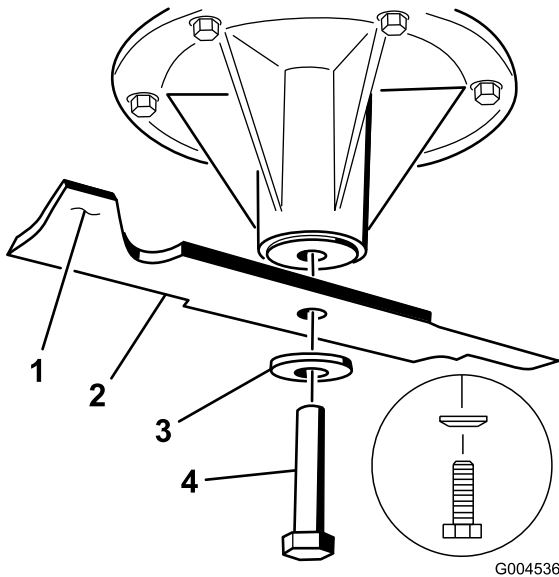
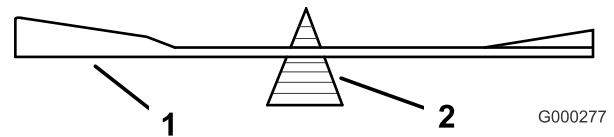

Figura 77
Figura 79
2. Retire del eje el perno de la cuchilla, la arandela curva y la cuchilla (Figura 77).
2. Verifique el equilibrio de la cuchilla colocándola sobre un equilibrador de cuchillas (Figura 79). Si la cuchilla se mantiene horizontal, está equilibrada y puede utilizarse. Si la cuchilla no está equilibrada, rebaje algo el metal en la parte de la vela solamente (Figura 77). Repita este procedimiento hasta que la cuchilla esté equilibrada.